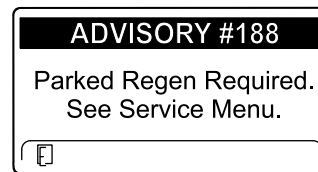

Bild 48
- Eine geparkte Regenerierung ist erforderlich, ADVISORY #188 (Bild 48)